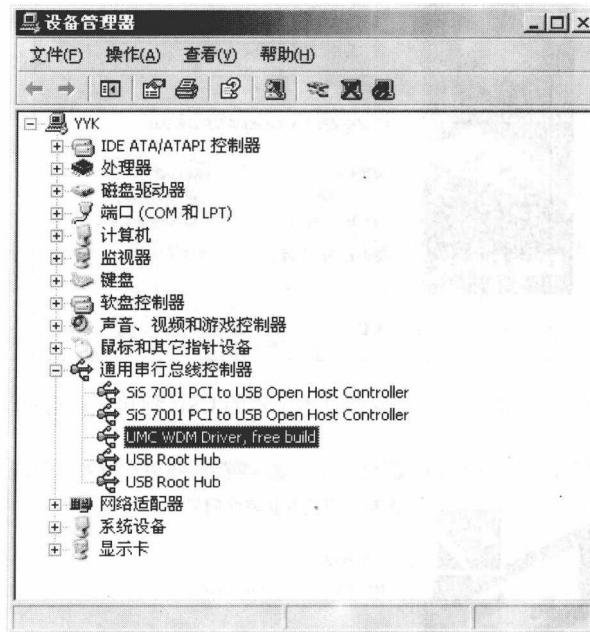

图 1-13 “设备管理器”对话框
(6) 在“设备管理器”对话框的“通用串行总线控制器”下，显示“UMC WDM Driver, free build”，如图 1-13 所示。至此，将硬件狗插上，硬件狗就可以正常工作了。